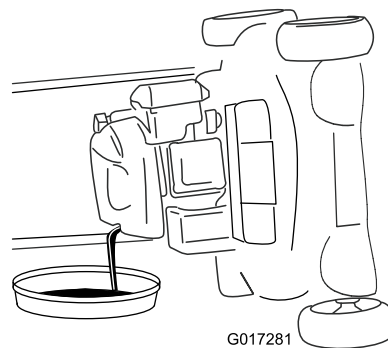

Figura 34
4. Ponga la máquina de lado (de modo que el filtro de aire quede hacia arriba) para drenar el aceite usado a través del tubo de llenado de aceite (Figura 34).